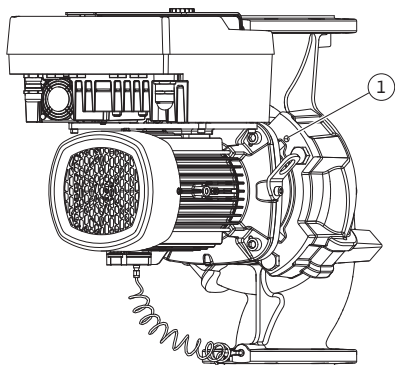
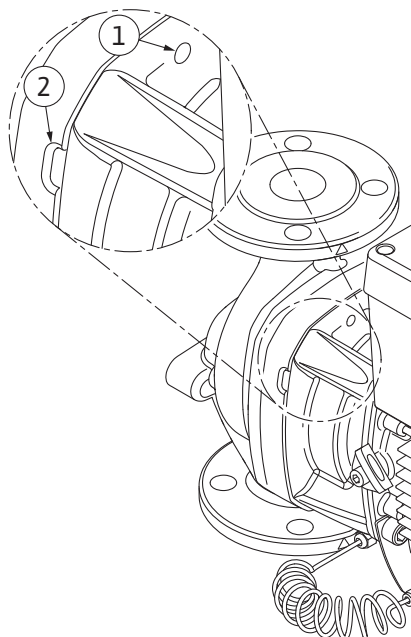

Fig. 108: Отжатие съемного блока через резьбовые отверстия
Fig. 109: Резьбовые отверстия и шлицы для отжатия съемного блока от корпуса насоса
12. Для типа насосов (Fig. III, IV) открутить винты поз. 29. Использовать два расположенных рядом резьбовых отверстия (Fig. 108, поз. 1) и подходящие винты, предоставляемые заказчиком (например, M10 × 25 мм). Отжать съемный блок от корпуса насоса.
Для типа насосов (Fig. I и Fig. II) использовать два резьбовых отверстия M10 (см. Fig. 108) и подходящие винты, предоставляемые заказчиком (например, M10 × 20 мм). Для отжатия также можно использовать шлицы (Fig. 109, поз. 2). Для этого вставить, например, две отвертки и использовать их в качестве рычагов. После перемещения отжатия прикл. на 15 мм съемный блок выходит из корпуса насоса.